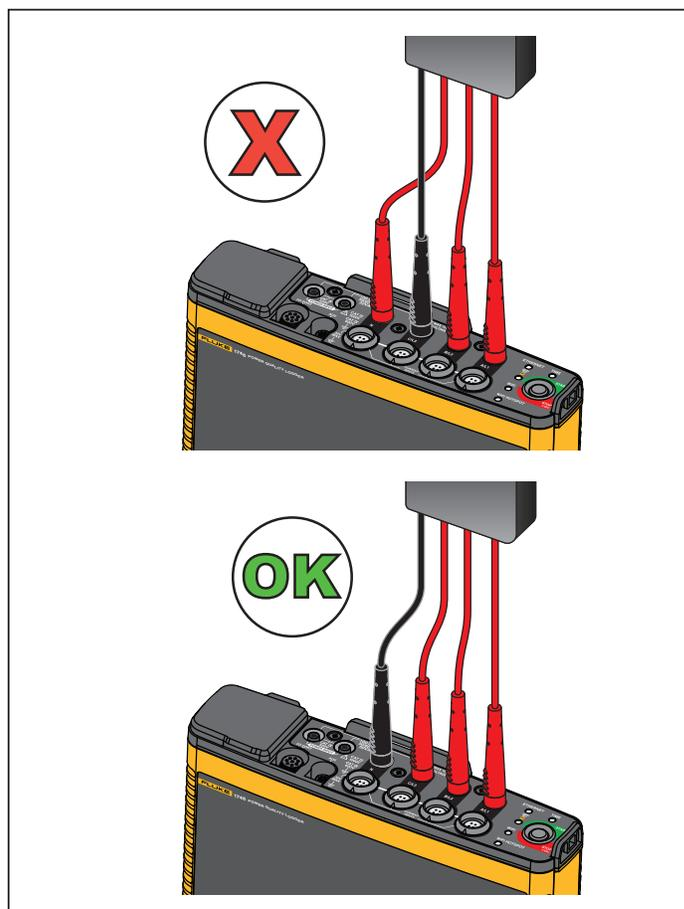

Figure 6. Connexion de mesure au Logger
3. Branchez les cordons de mesure courts (voir la Figure 6) aux entrées d'alimentation. Assurez-vous d'utiliser les fiches non empilables. Les cordons de mesure sont évalués pour la mesure/surtension CAT III 1 000 V et CAT IV 600 V.